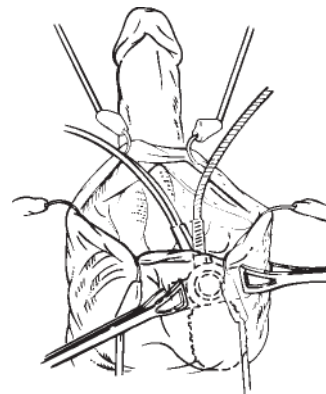

Figura 4-17. Introdução da bomba (Abordagem peno-escrotal ilustrada)
3. Aplicar pinças de Allis ou Babcock nos tubos da bomba através da pele escrotal para manter a bomba no lugar (**Figura 4-17**) durante o resto do procedimento.